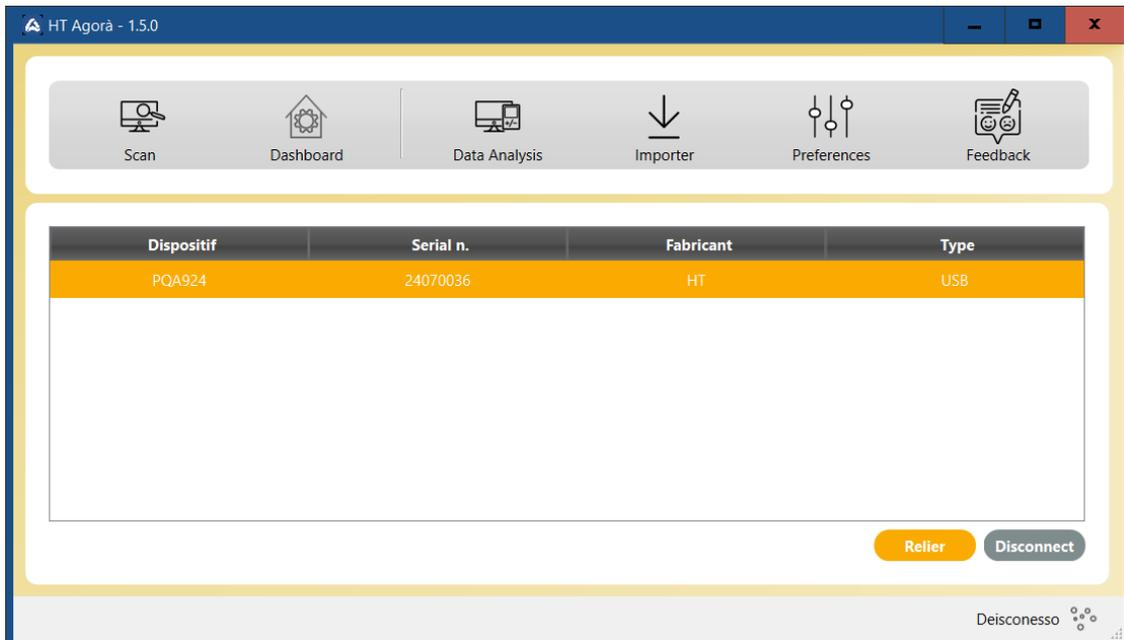
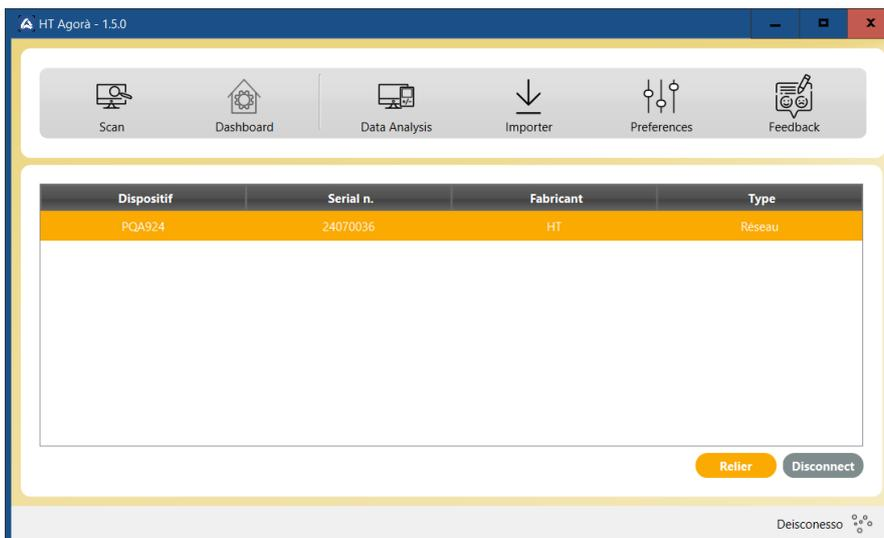

Fig. 84: Connexion de l'instrument avec le logiciel HTAgorà et connexion USB
Fig. 86: Connexion de l'instrument avec le logiciel HTAgorà et connexion Ethernet
4. Cliquer sur la touche « **Scan** » pour détecter l'outil. La ligne « PQA924 » et le type de connexion « USB » s'affiche comme indiqué sur la Fig. 84
4. Cliquer sur la touche « **Scan** » pour détecter l'instrument comme indiqué à la Fig. 84. La ligne « PQA924 » s'affiche et le type de connexion « Réseau » s'affiche comme indiqué sur la Fig. 86